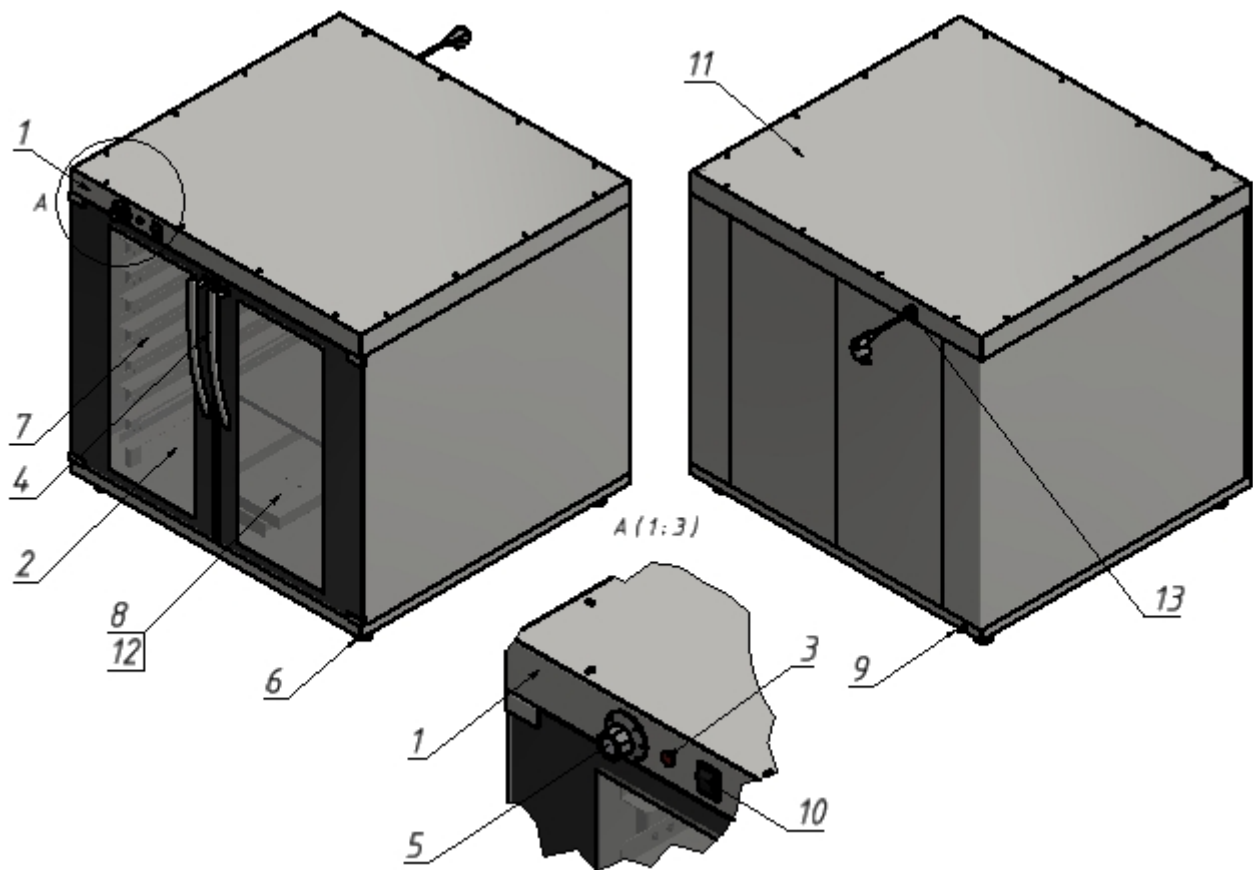

Рис. 2
- 5.3. Подсоединить заземление корпуса установки поз.9 (Рис.2) к заземляющему контуру помещения согласно ГОСТ 27570.0-87.
- 6.3. Нажать кнопку переключателя поз.10 (Рис.2).
- 6.4.Задать необходимую температуру расстойки поворотом ручки терморегулятора поз.5 (Рис.2),загорится сигнальная лампочка поз.3(Рис.2). При этом установка начинает работать в режиме «Расстойка» (ТЭН нагревает воздух в камере). В дальнейшем терморегулятор будет поддерживать заданную температуру в камере.
- 6.5. При необходимости для увлажнения теста и препятствию образования корочки в ванночку поз.8 (Рис.2) наливают воду. Пополнять воду в ванночке по мере испарения, не допуская переливания воды через край.
- 6.7.При окончании работы установки выключить кнопочный переключатель поз.10(Рис.2), провести чистку рабочей камеры специальными чистящими средствами, обмыть и вытереть насухо.